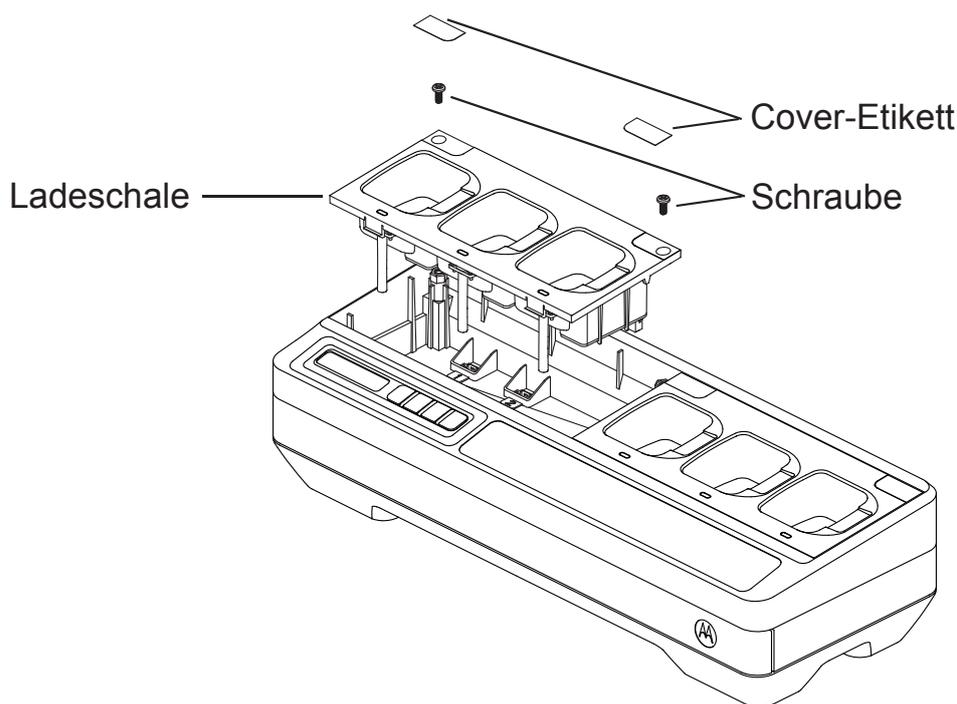
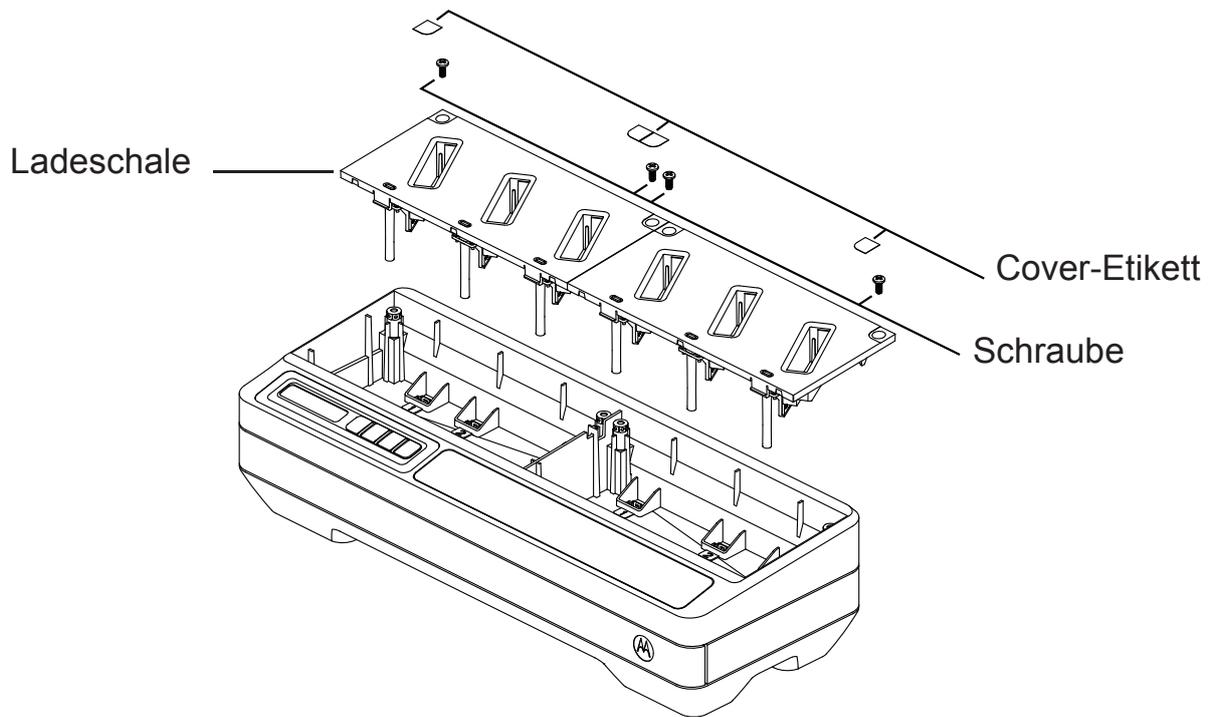

Abbildung 25: Einsetzen und Entfernen der Ladeschalen
Abbildung 26: Anbringen und Entfernen der Ladeschale
4. Entfernen Sie den Kabelbaum der Ladeschale, indem Sie den Stecker gerade nach oben ziehen (siehe Abbildung 25 und Abbildung 26).